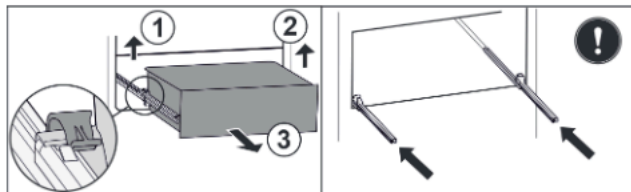

Fig. 32
- Sollevare il morsetto sinistro e allo stesso tempo tirare in avanti il cassetto sinistro. Fig. 32 (1)
- Sollevare il morsetto destro e allo stesso tempo tirare in avanti il cassetto destro. Fig. 32 (2)
- Rimuovere il cassetto tirandolo in avanti. Fig. 32 (3)